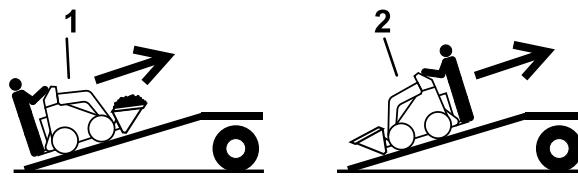

Bild 18
5. Fahren Sie beim Verladen auf den Anhänger mit dem schweren Ende der Maschine auf die Rampe und befördern Sie Lasten niedrig (Bild 18).